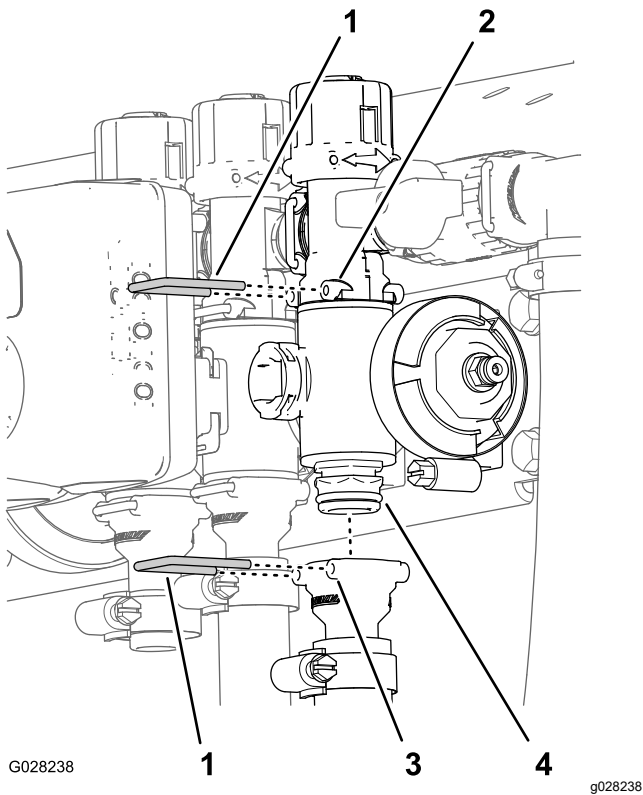

Bild 120
- Entfernen Sie die Halter, mit denen das Auslaufanschlussstück am Abschnittventilverteiler und dem Ventilverteiler am Sicherheitsventil-Anschlussstück befestigt ist (**Bild 120**).